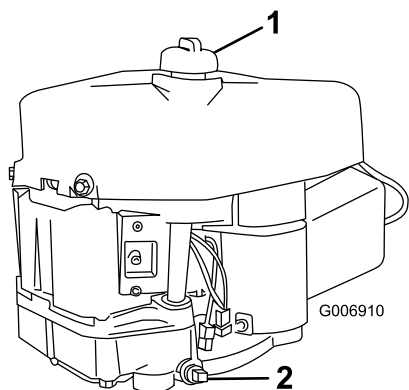

Bild 19
6. Reinigen Sie den Bereich um den Ölpeilstab (Bild 19), damit kein Schmutz in den Einfüllstutzen gelangen und den Motor beschädigen kann.
7. Stellen Sie eine Auffangwanne unter die Ölablassschraube (Bild 19) und nehmen Sie die Schraube ab.
10. Gießen Sie ca. 80 % der angegebenen Ölmenge langsam in den Einfüllstutzen (Bild 19). Prüfen Sie den Ölstand; siehe 4 und 5 unter „Prüfen des Ölstands“.
6. Gießen Sie ca. 80 % der angegebenen Ölmenge langsam in den Einfüllstutzen (Bild 19). Prüfen Sie den Ölstand; siehe 7 und 8 unter „Prüfen des Ölstands“.